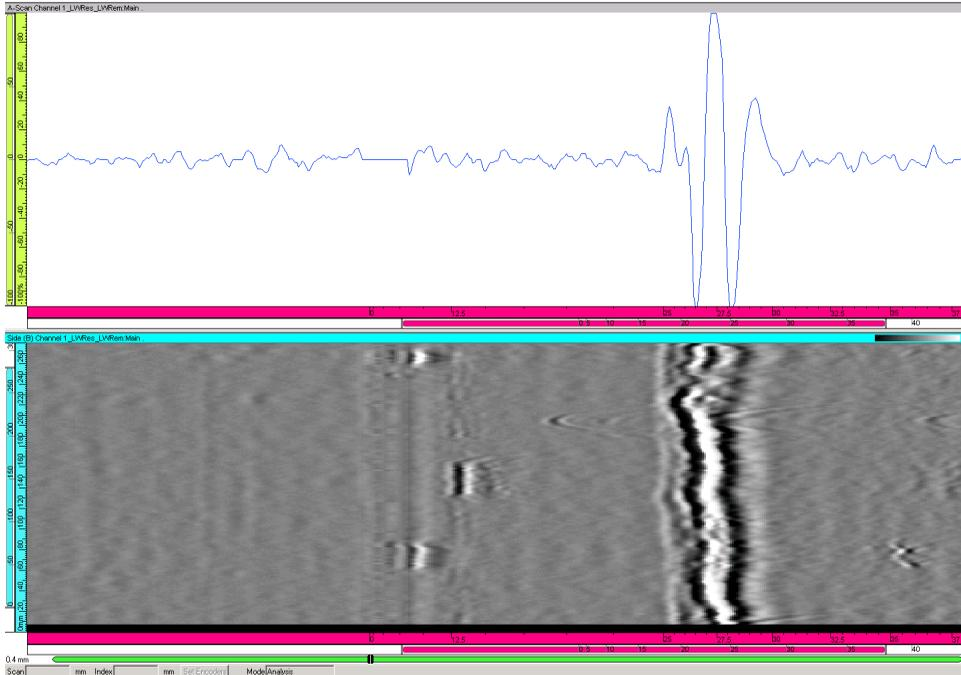

Figure 7-21 Données TOFD après le retrait de l'onde latérale
6. Sélectionnez **Vue > Contenu** dans le menu et affichez le LWS nouvellement créé. L'onde latérale est maintenant supprimée (voir la Figure 7-21 à la page 377).